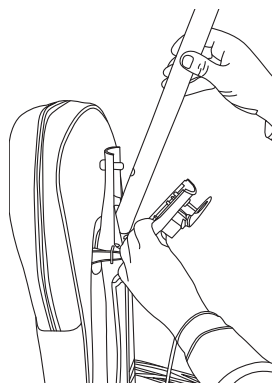

Fig. 2
2. Placez la poignée sur le tube de la poignée, en alignant les trous avec les piquets (Fig. 2).